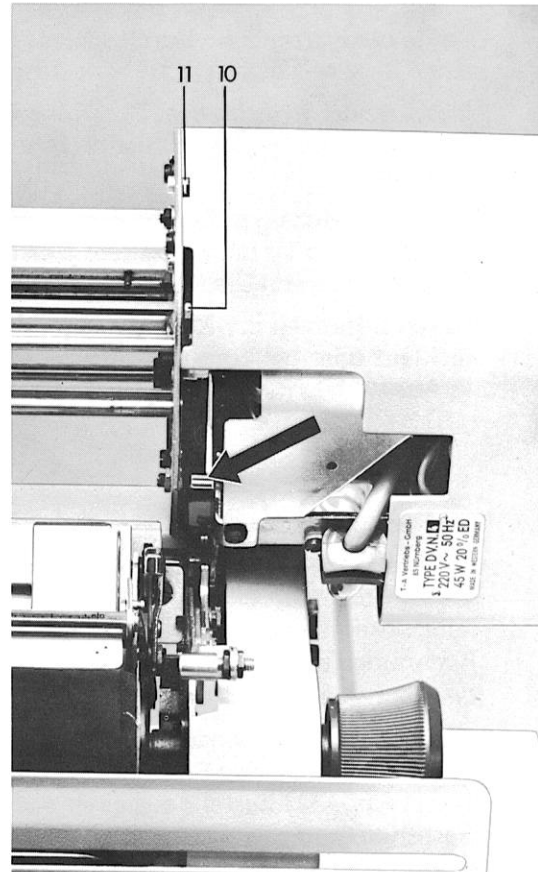

Abb. 33 Einstellen der Journal-
Die EFV-Einrichtung wird hochgeklappt und der an der rechten Lagerwand angebrachte Abstützhebel (10) Abb. 33 betätigt, bis er auf den vorstehenden Lagerwinkel einklinkt und die Einrichtung abstützt.
Bei Transportstörungen ist der Schaltknopf (11), Abb. 33 kurz zu drücken; dadurch wird die Transportkupplung wieder aufgehängt.